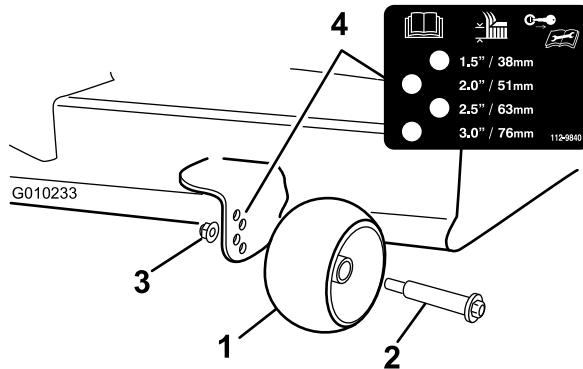

Figura 23
3. Regolate i fori antistrappo come illustrato in Figura 23 per adattarli alla posizione di altezza di taglio più vicina.